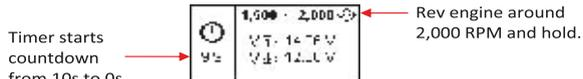
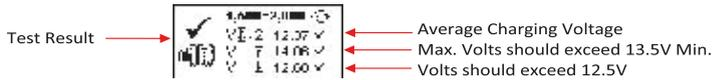

Fig.46
Fig.47
9. Presione  tecla para continuar y por debajo de la pantalla mostrará. (See Fig.46).
10. Rev el motor a aproximadamente 2.000 RPM y mantenga, el temporizador se muestra en la pantalla (Fig.46) contará hacia atrás desde 10 segundos a 0s. Tan pronto como se llega a cero segundos, los resultados se mostrarán automáticamente como por ejemplo se muestra a continuación (Fig.47).
12. Continuar en la prueba anterior (ya sea Fig.47, 48 ó 49); la pantalla cambia automáticamente a [Prueba de rizado Diodo] como se muestra en la Fig.50 a continuación después de 5 segundos.